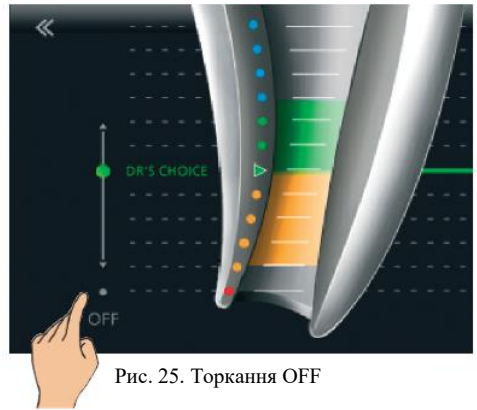

Рис. 25. Торкання OFF
- Для того щоб відключити лінію Dr's Choice, поверніться назад в меню налаштувань, оберіть функцію DR'S CHOICE і торкніться OFF (відключити) (рис. 25).